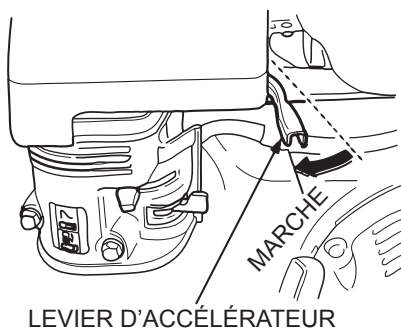

Figure 13. Levier d'étranglement (marche)
9. Pour commencer le processus de mélange, placer le levier d'étranglement (Figure 13) dans la position de marche RUN.